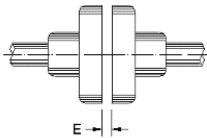

Figura 4.16: Folga axial do acoplamento (E)
Alinhar cuidadosamente as pontas de eixo e, sempre que possível, usar acoplamento flexível, deixando uma folga (E) mínima de 3 mm entre os acoplamentos, conforme mostrado na Figura 4.16.